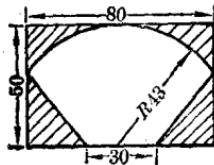
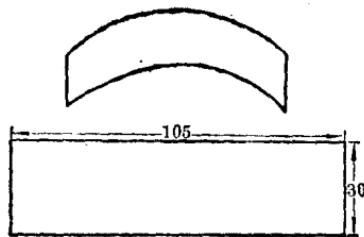

图 12
图 13
7. 后轮扇形挡板及轮罩板：用 50×80 [毫米]² 木板两块制后轮扇形挡板(如图 12)。用 30×105 [毫米]² 薄木片两块制后轮扇形罩板，先把木片弯成半径为 43 毫米弧形(如图 13)，制成后备装配时用。